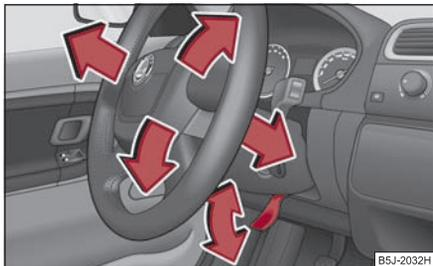

Fig. 118 Volante regulable:
- Gire la palanca situada bajo la columna de dirección ⇒ fig. 118 hacia abajo ⇒ ⚠.